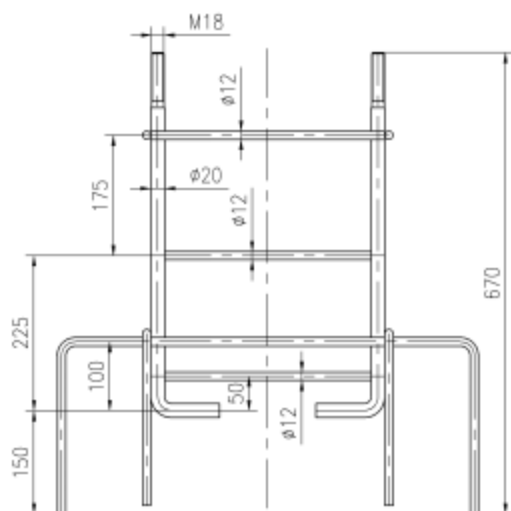

图1
1) JMA-08X漫步器的安装方式为预埋式，即采用预埋架（如图1）将器材固定；其对安装器材的土质要求如下：在距地表800mm深度以内其土质不低于强度中等的土质要求（注：GB/T 50145-2007《土的工程分类标准》 5.1.2干强度试验：将一小块土捏成土团，风干后用手指捏碎、掰断及捻碎，并应根据用力的大小进行区分：稍用力即可捏碎或掰断为干强度中等。）